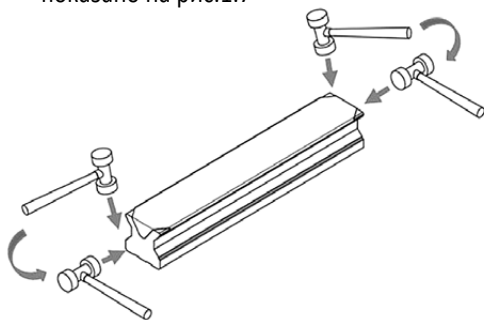

Рис.1.7 Сгибание концов защитной ленты
- ▶ Наконец, осторожно согните два конца защитной планки с помощью резинового молотка, как показано на рис.1.7